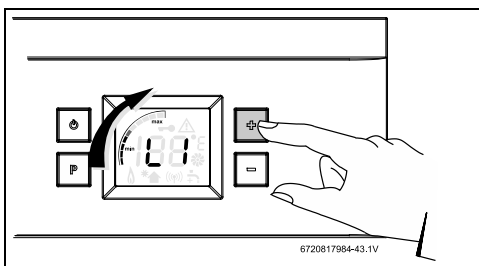

Fig. 60 Adjustment du gaz L1
- Appuyer sur le bouton  pour entrée L1 et vérifier si la puissance par niveau est au point central, voir fig. 60.